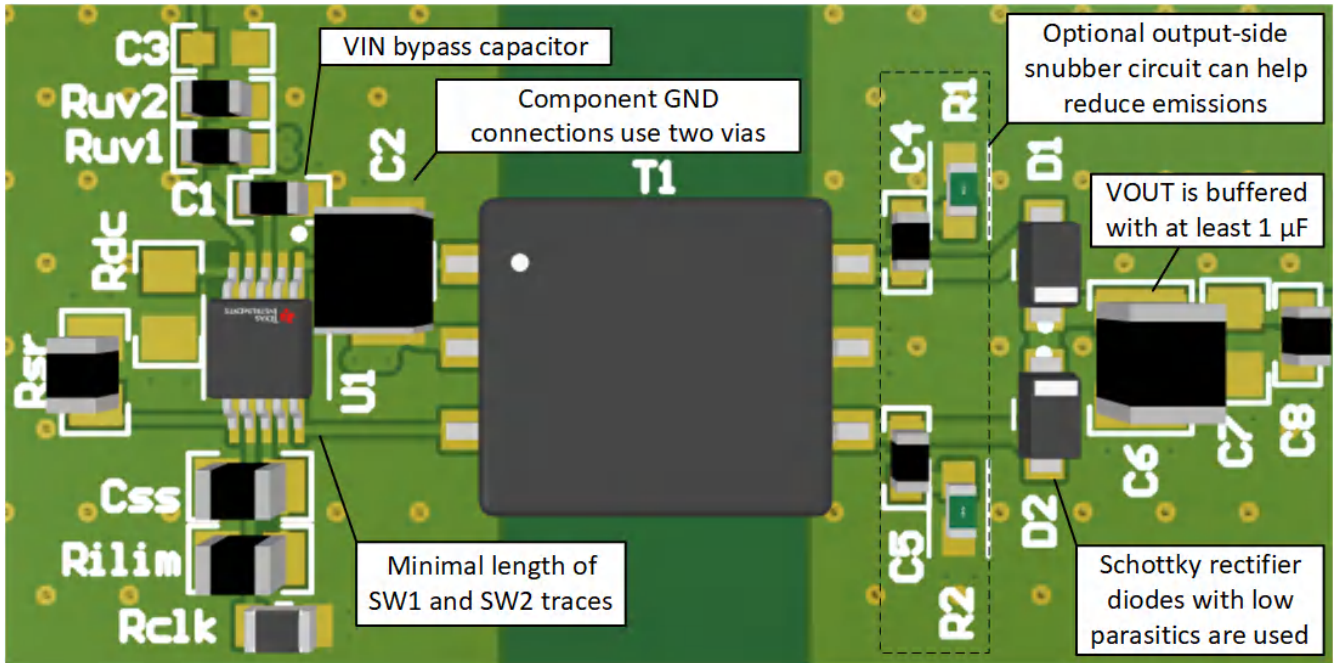

图 9-10. 2 层板的布局示例
- 理想位置最靠近电路板入口处的 V_{IN} 和 GND 引脚，以尽量减小由旁路电容器接头、V_{IN} 端子和 GND 引脚形成的环路面积。有关 PCB 布局示例，请参阅图 9-10。